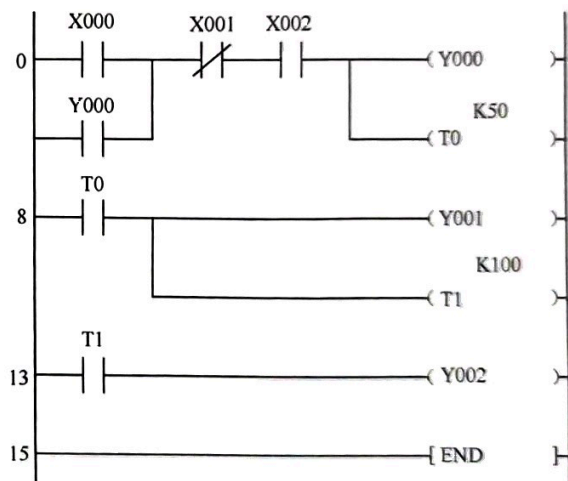

图 3-45 电动机顺序启动程序
该控制系统是典型的顺序启动控制。其程序如图 3-45 所示, 按下启动按钮 X0, 第一台电动机 Y0 启动, 同时定时器 T0 的线圈为 ON, 开始定时。定时器 T0 的线圈接通 5s 后, 延时时间到, 其常开触点闭合, 第二台电动机 Y1 启动; 定时器 T1 的线圈接通 10s 后, 延时时间到, 其常开触点闭合, 第三台电动机 Y2 启动。停止时, 按下停止按钮 X1, 所有的线圈都失电, 3 台电动机全部停止。
(2) 将图 3-45 所示的程序用 GX 软件编程并下载到 PLC 中。